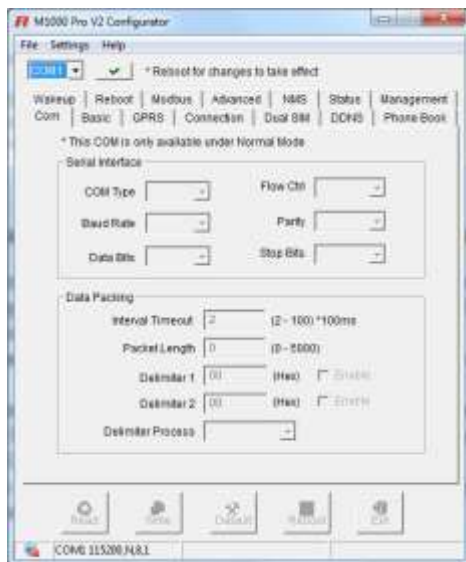

Рисунок 12 – Окно программы «M1000 Pro V2 Configurator»
3.5.13.3 На персональном компьютере установить и запустить программу «M1000 Pro V2 Configurator». На экране появится окно программы (рисунок 12).